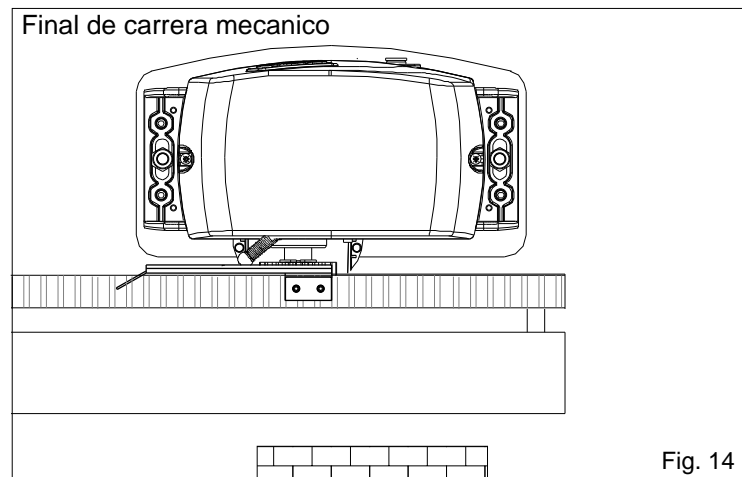
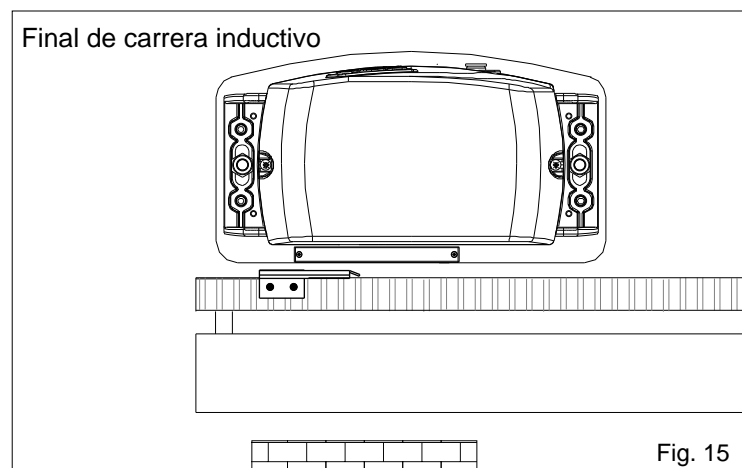
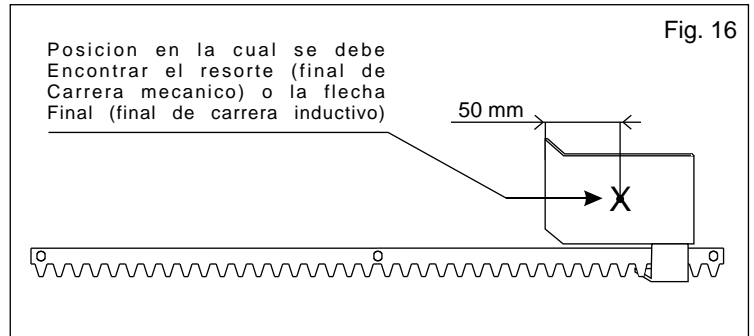
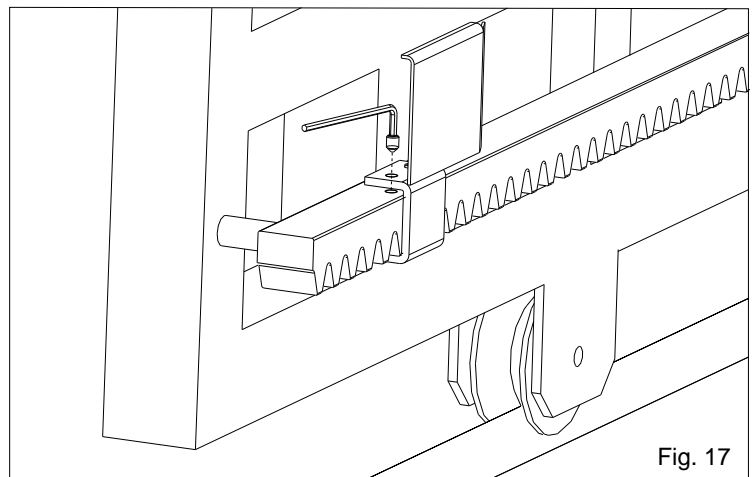

Fig. 14
Fig. 15
Fig. 16
Fig. 17
- Posicionar la plaquita sobre la cremallera en modo de tener el final de carrera (palanquita en caso de final de carrera mecanico (Fig. 14); flechitas de indicacion puestas y en caso de final de carrera inductivo (Fig. 15)) en correspondencia con el punto x que se encuentra a 50 mm del lado doblado de la plaquita (fig. 16) y fijarla con los tornillos en dotacion (Fig. 17).
- Posicionar la plaquita en la cremallera en modo de tener el final de carrera en correspondencia del punto X que se encuentra a 50 mm del lado doblado de la plaquita (fig. 16) y fijarla con los tornillos en dotacion (Fig. 17).